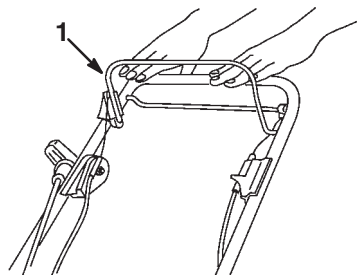

Figure 69
2. Relâcher la barre de commande de la lame (Fig. 69). Le moteur et la lame s'arrêteront. Dans le cas contraire, consulter immédiatement votre concessionnaire.